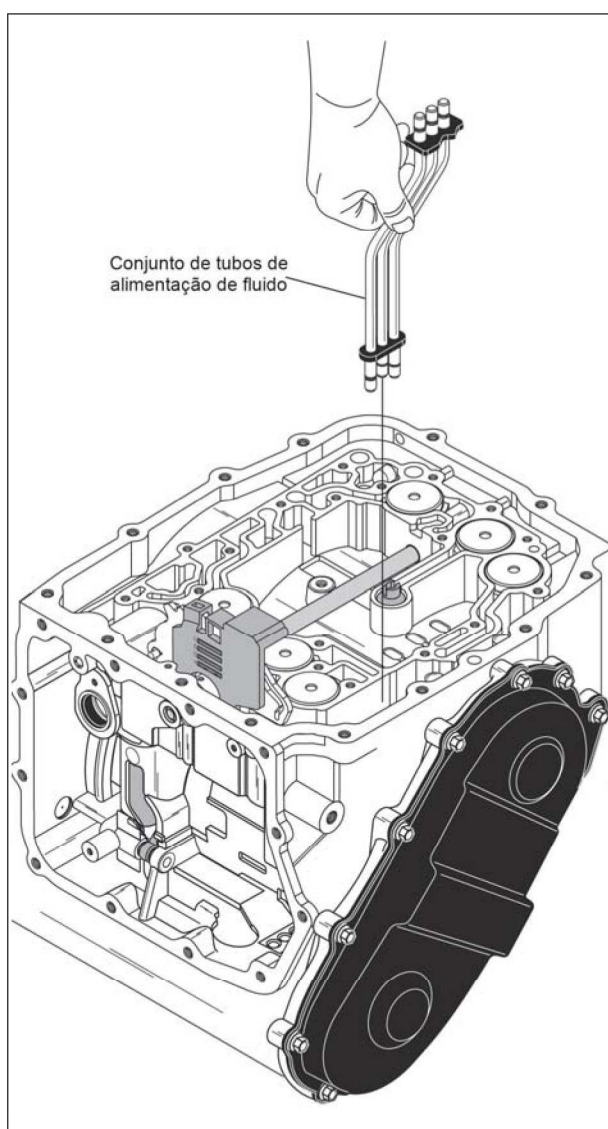

Figura 52
23. Remova o conjunto dos tubos de alimentação de fluido da carcaça, conforme mostra a figura 52.